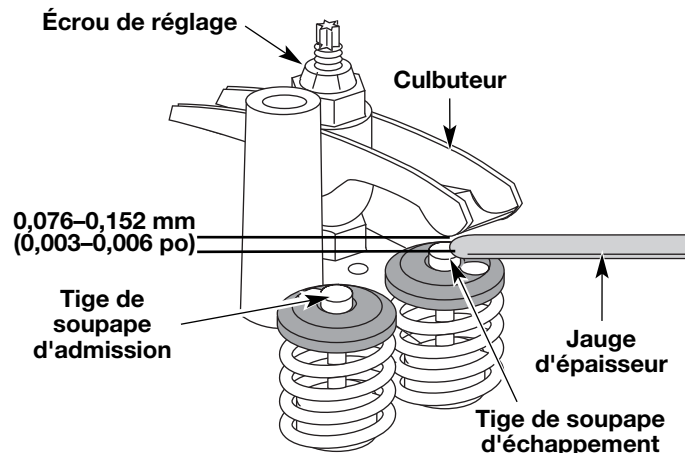

Fig. 37
- a. Tournez l'écrou de réglage à l'aide d'une clé de 8 mm (5/16 po) ou d'un tournevis à embout hexagonal (Fig. 37).